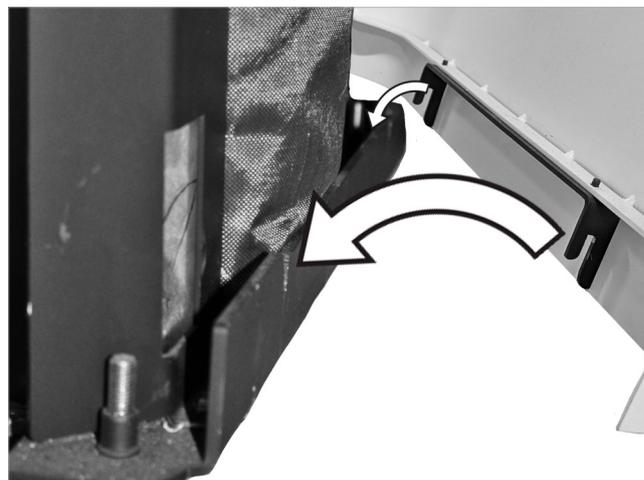
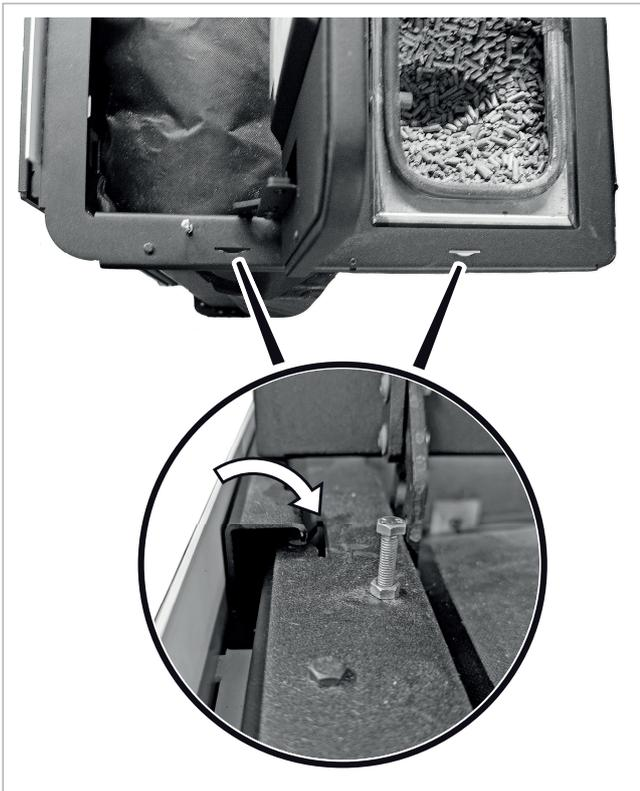

Abb. 8: Seitliche Verkleidungen montieren - Bodenbereich
Abb. 9: Seitliche Verkleidungen montieren - oberer Rahmen
2. Seitliche Verkleidungen (B) an SolvisBruno montieren. Dazu die Halter unten an der Bodenplatte (→ Abb. 8) und oben am Rahmen (→ Abb. 9) passend in die Nuten einführen.